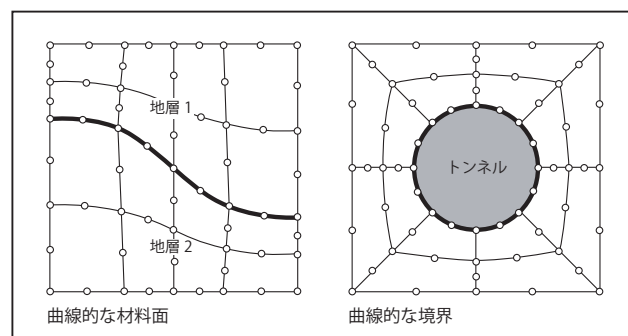

図3 (左) 曲線的な材料面、(右) 曲線的な境界
- 曲線的な境界および曲線的な材料面がある場合には、できるだけ2次要素を使用し、図3に示すように、曲線部分を滑らかに表現できるようにする。